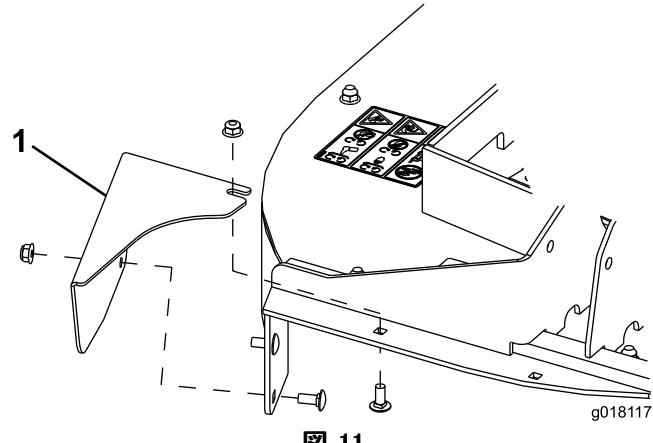

図 11
6. サポートブラケットをカッティングデッキの左後角部に取り付ける； $5/16 \times 3/4$ インチのキャリッジボルト 3 本とフランジナットを使用する（図 11）。